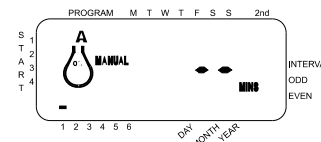

Ilustración 12
- Oprima la tecla **MANUAL**. Luego oprima **SIGUIENTE** tres veces. La pantalla mostrará un cursor intermitente en la estación 1 junto con -- MINS [Vea la ilustración 12].